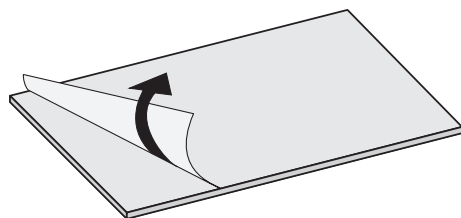

Fig. 21e
- d. La placa interna de protección transparente nueva trae una película protectora de plástico. Antes de colocar las placas de protección nuevas, retira cualquier película protectora de las placas y, luego, colócalas en sus posiciones adecuadas (Fig. 21e, 21f y 21g).